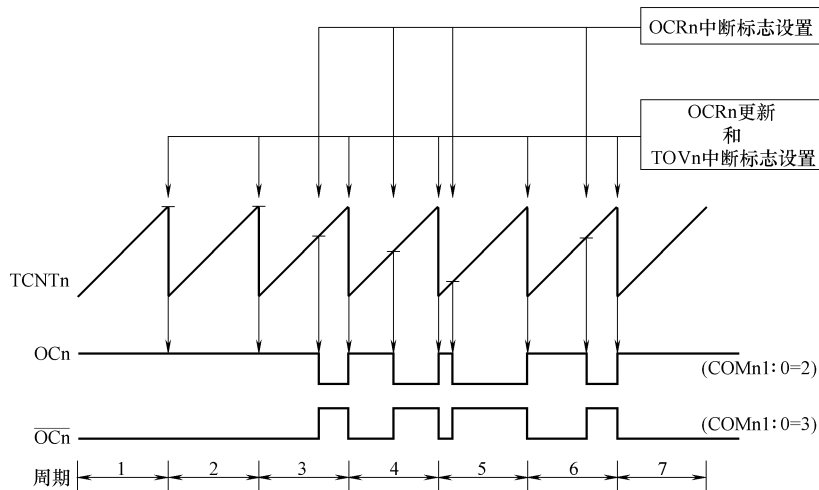

图 11-99 快速 PWM 工作时序
利用 ATmega16 的 PWM 功能可以很方便地产生各种模拟波形，下面的例子利用内部 3 个定时器的快速 PWM 模式产生 50% 占空比的 PWM 波形。快速 PWM 的基本原理：计数器从 BOTTOM (0) 计到 MAX (0xFF)，然后立即回到 BOTTOM (0) 重新开始。对于正向 (COM01:COM00 = 10) 比较输出模式，输出比较引脚 OC0 在 TCNT0 与比较匹配寄存器 OCR0 匹配时清零，在 BOTTOM (0) 时置位；对于反向比较输出模式 (COM01:COM00 = 11)，OC0 的动作正好相反，如图 11-99 所示。